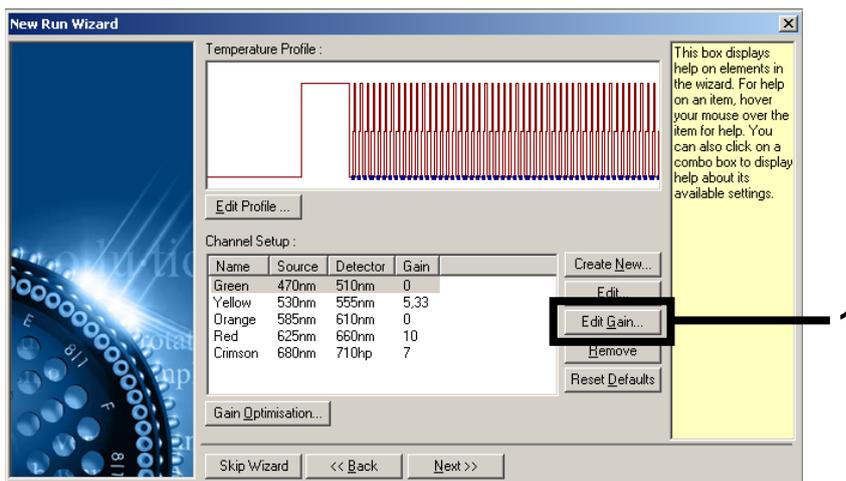

Figura 5. Editar manualmente os valores de ganho.
- Clique em **"Edit Gain"** (Editar ganho) para editar manualmente os valores de ganho (Figura 5).